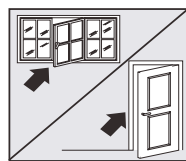

Fig. 11
- Fermez les fenêtres et les portes de la pièce à climatiser (Fig. 11). Lorsque vous installez l'appareil de façon semi-permanente, vous devez laisser une porte légèrement ouverte (aussi peu que que 1 cm) pour garantir une ventilation correcte ;